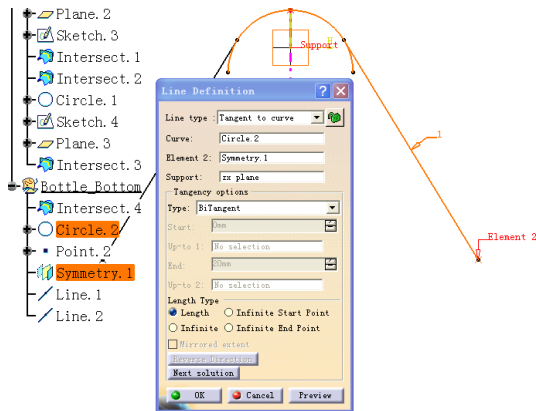

图 4-417
④ 建立第二条相切线。选择 Circle.2 和 Symmetry.1 作为相切元素, 其他操作同步步骤③, 完成直线 Line.2 的建立, 结果如图 4-417 所示。